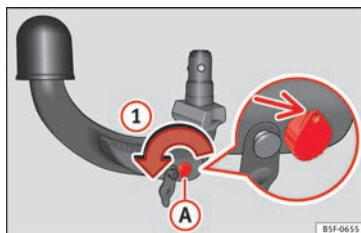

Fig. 223 Étape 1 :
- Tournez la clé dans le sens de la flèche ① jusqu'à ce que la partie trouée de la clé atteigne sa position supérieure » fig. 223.